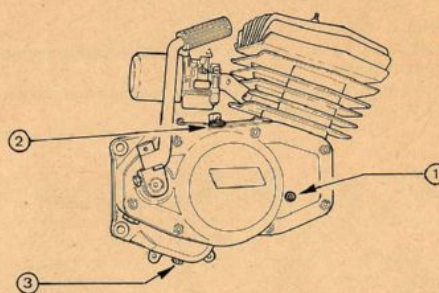

FIG. 1 Tappi olio
- 1) PRIMA di avviare per la prima volta il motore, controllare l'esatto livello dell'olio che dovrà fuoriuscire dall'apposito foro (n° 1 in fig. 1). Qualora non si verificasse tale condizione, aggiungere attraverso l'apposito foro di caricamento (n° 2 in fig. 1) olio con viscosità appropriata (vedi dati tecnici), fino a che non se ne riscontrerà la fuoriuscita dal suddetto foro di livello.
- 6) DOPO i primi 500 km. eseguire il cambio dell'olio rimuovendo l'apposita vite di scarico posta sotto il motore (n° 3 in fig. 1) e si consiglia di eseguire tale operazione dopo una marcia prolungata in quanto il calore sviluppato durante il funzionamento rende più fluido l'olio agevolandone la fuoriuscita.